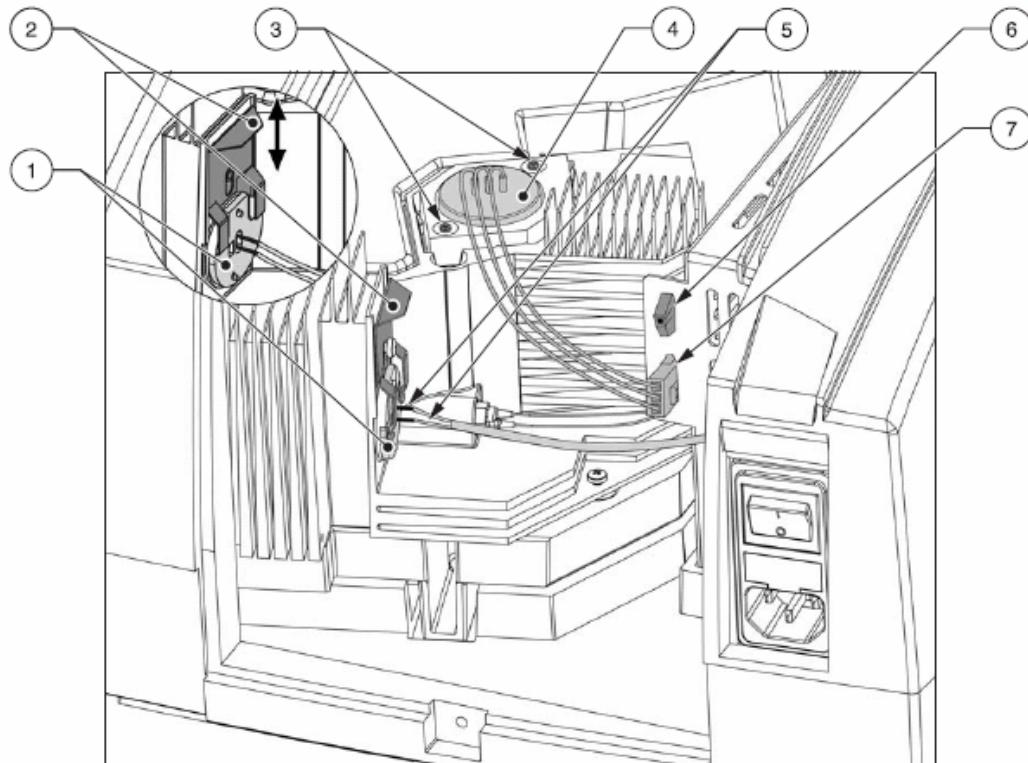

图5 光源箱
更换钨灯和氘灯灯泡的操作具体参见第101页7.2.2和第102页 7.2.3以及第101页的图5。
5. 打开固定灯泡的弹簧片（图5中的组件2），卸下钨灯灯泡（图 5组件1）（Cat.No.: A23778）。
6. 拔下钨灯灯泡上的金属插头（图5中组件6）。
4. 拔下氘灯电源插头(图5中组件7) (Cat. No. A23792), 拔插头时按住插头两端的塑料扣。
5. 用螺丝刀卸下氘灯底座上的2个螺丝(图5中组件3)。